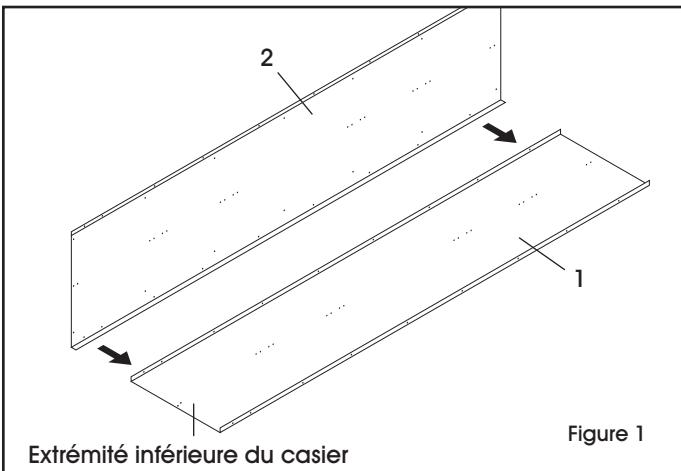

Figure 1
1. Placez l'arrière (1) sur une surface plane protégée, brides vers le haut.
2. Boulonnez le panneau latéral (2) au panneau arrière (1) de façon à ce que la bride latérale s'ajuste autour de la partie arrière (utilisez 8 boulons et écrous, écrous du côté intérieur). N'utilisez pas les deux trous du bas; ils serviront à fixer les pattes à l'étape 8. (Voir Figure 1)